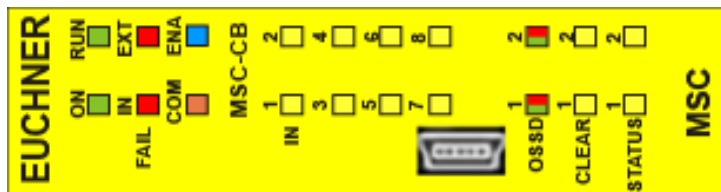

Figure 13 :
8.3.1. Module de base MSC-CB (Figure 13)